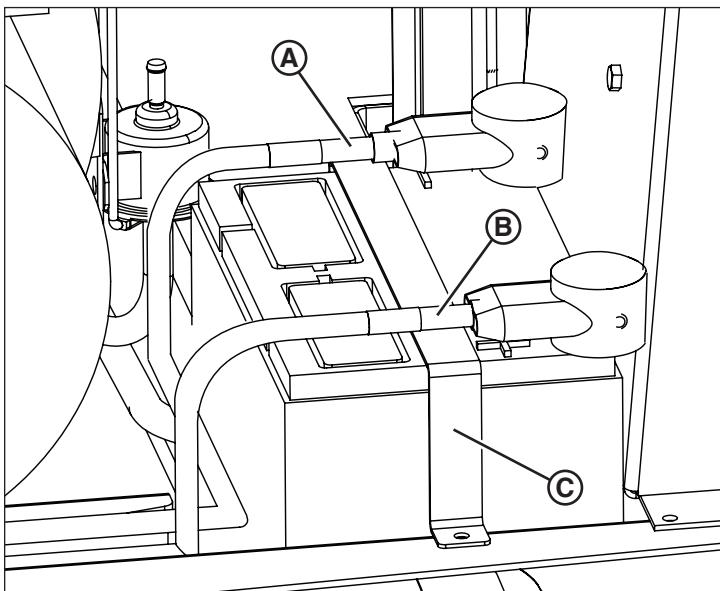

Figure 23
2. Débrancher le câble négatif (-) noir (A, Figure 23) de la borne de batterie négative (-), et placer loin de la batterie.
- 3. Débrancher le câble positif (+) rouge (B, Figure 23) de la borne de batterie négative (-), et placer loin de la batterie.
- 4. Desserrer la quincaillerie fixant la batterie (C, Figure 23) et enlever la retenue.